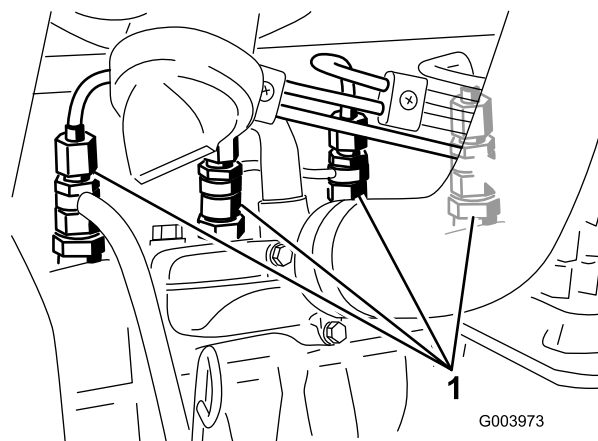

図 31
1. 燃料噴射ポンプの No.1 インジェクタノズル(図 31)へのパイプ接続部をゆるめる。